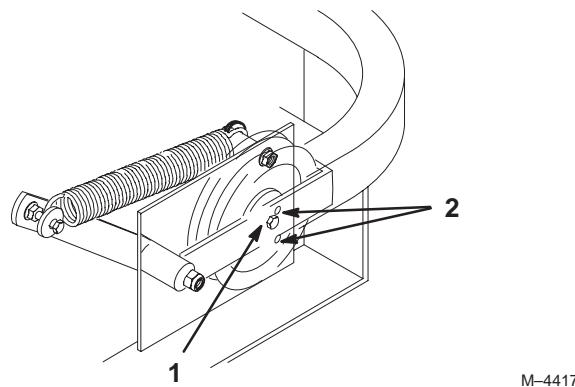

Figure 68
6. Vérifiez la tension de la courroie. Le boulon central de la poulie de tension rappelée par ressort doit se trouver entre les deux trous d'alignement de la plaque de support gauche (Fig. 68).
Remarque : Contrôlez la position du boulon central à la hauteur de coupe la plus basse. Le boulon central doit être au même niveau ou en dessous du trou d'alignement supérieur. Contrôlez la position du boulon central à la hauteur de coupe la plus haute. Le boulon central doit être au même niveau ou au-dessus du trou d'alignement inférieur (Fig. 68).
8. Vérifiez de nouveau la tension de la courroie. Le boulon central de la poulie de tension rappelée par ressort doit se trouver entre les deux trous d'alignement de la plaque de support gauche (Fig. 68). Réglez au besoin et serrez toute la visserie solidement.